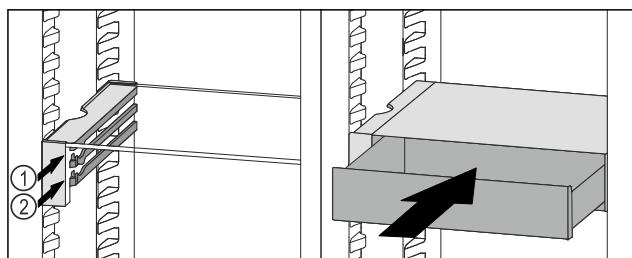

Fig. 55
- Stavite ladicu VarioSafe ukoso iza zaustavljača na željeni žlijeb Fig. 55 (1) ili Fig. 55 (2).